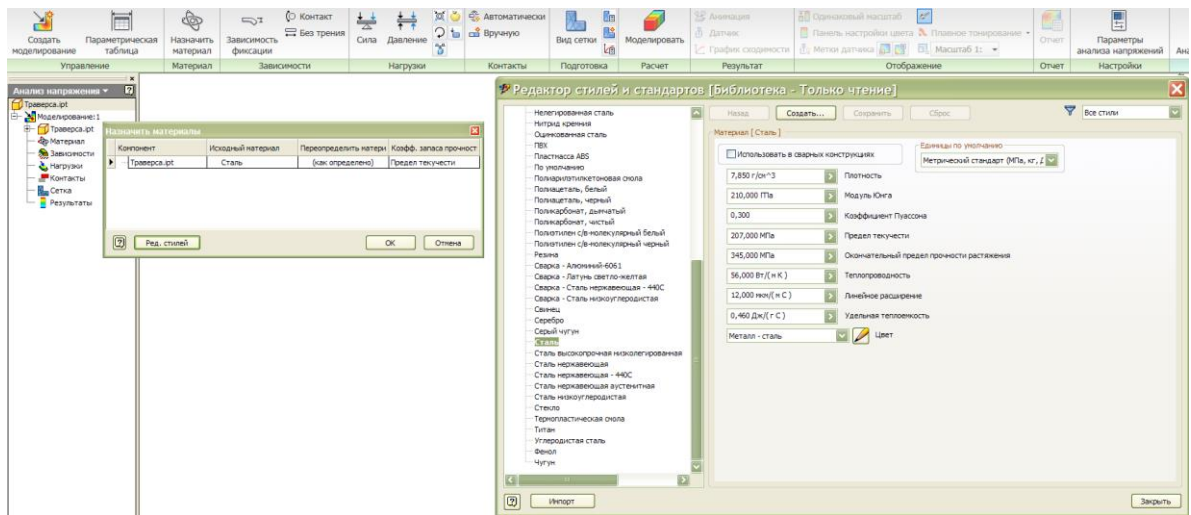

Рис. 5. Задание свойств материала
6. Проверьте назначение материала детали. Материал траверсы должен быть «Сталь». При необходимости переопределите материал (рис. 5).
Откройте редактор стилей кнопкой Ред. стилей. Редактор стилей позволяет просмотреть и переопределить свойства материала. Задайте свойства стали, как показано на рис. 5.
7. Включите отображение сетки конечных элементов (рис. 2) командой «Вид сетки» на панели инструментов «Подготовка» (рис. 5).
Оценку работоспособности детали можно провести на основе рассчитанного минимального коэффициента запаса прочности. Ранее, при задании материала детали (рис. 5), было указано, что коэффициент запаса прочности вычисляется по пределу текучести материала. Поэтому, в данном случае, коэффициент запаса прочности – это отношение предела текучести материала к напряжению по Мизесу. Если коэффициент запаса меньше 1,0, то это означает, что напряжения в детали превысили предел текучести и деталь не выдержит заданную нагрузку. В химическом машиностроении принято, что коэффициент запаса по пределу текучести должен быть больше 1.5.